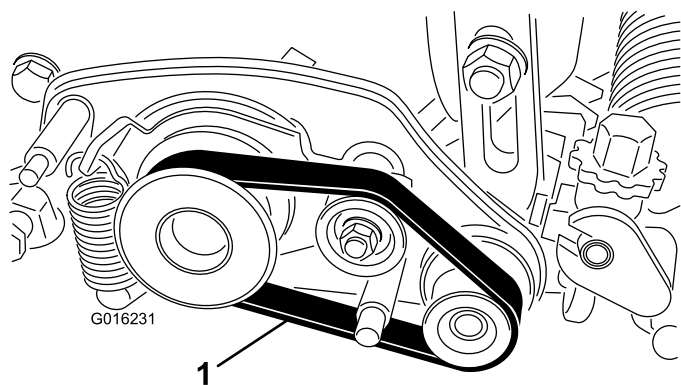

Figura 27
2. Remova a correia da polia da transmissão, polia intermédia e polia acionada (Figura 27).